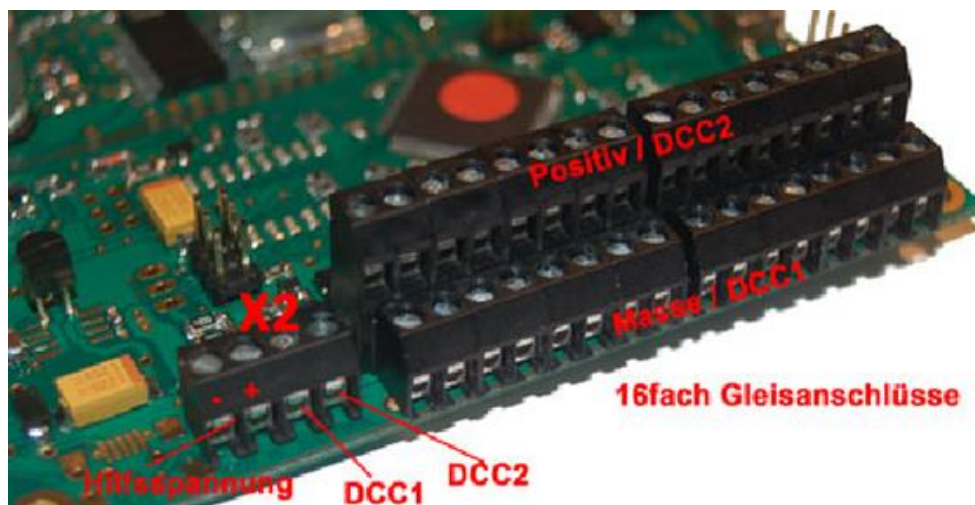

Рис. 57: Подключение GBM16T
- Два других модуля GBM16T, будут получать сигнал DCC с клеммника X2 первого модуля GBM16T, через свои клеммники X2. (см рис. 57)